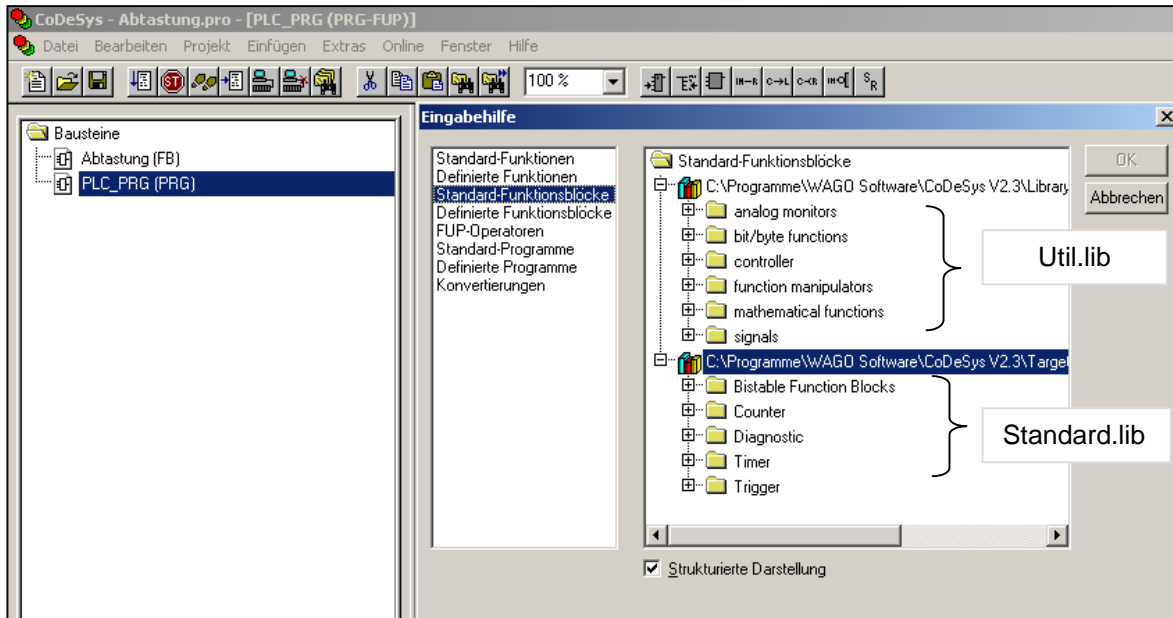

Bild 9-1: Verfügbare Standardfunktionsbausteine im System CoDeSys, oben aus Bibliothek util.lib, unten aus Standardbibliothek standard.lib
**Bild 9-1** zeigt rechts unten die Auswahlliste der Standard-Funktionsbausteine in der Sprache FUP. Im oberen Teil ist ersichtlich, wie die Anzahl verfügbarer FB wächst, wenn weitere Bibliotheken in ein Projekt eingefügt werden. Im Beispiel ist dies die Bibliothek util.lib.